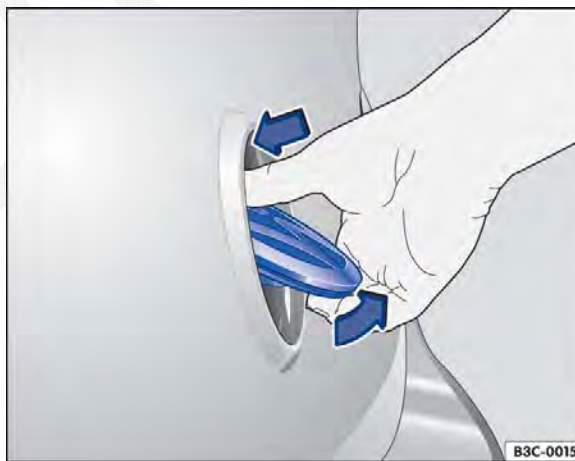

Fig. 32 Com o emblema Volkswagen na tampa do compartimento de bagagem: abrir a tampa do compartimento de bagagem por fora.
- Com o polegar, pressionar a parte superior do logo Volkswagen ⇒ Fig. 32 e rebatê-lo para fora por baixo, no sentido da seta. A tampa do compartimento de bagagem se abre automaticamente.